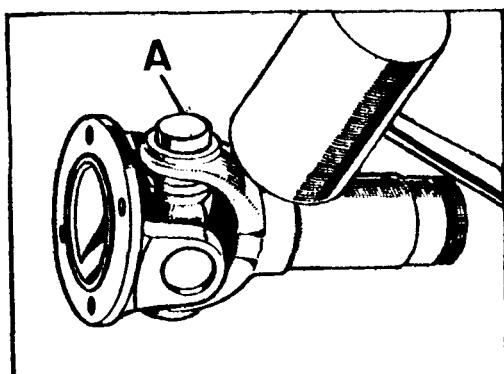

Fig. D-9 Primera fase del desmontaje del cojinete
- 1.4. Sujetar la junta cardán, situando una de las patas de los ejes estriados (o del árbol) hacia la parte superior y golpear con un mazo alrededor de la horquilla, hasta que empiece a salir el cojinete (Fig. D-9).